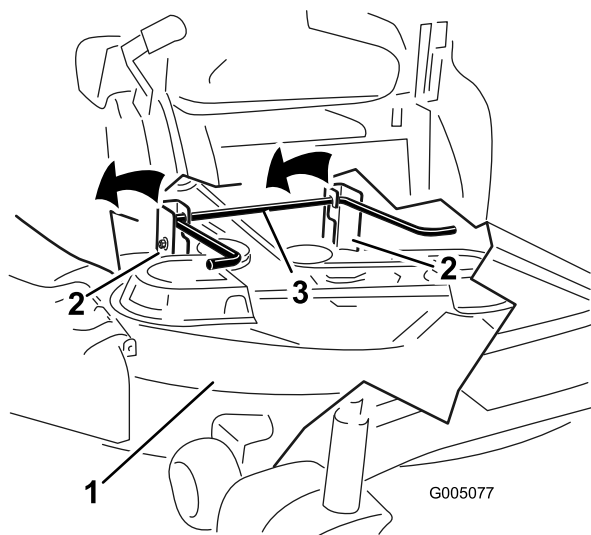

Figure 69
5. Soulevez l'arrière du plateau de coupe et guidez les supports sur la tige de levage arrière (Figure 69).
6. Soulevez et enlevez le plateau de coupe et les supports de la tige de levage arrière et abaissez la tondeuse au sol avec précaution (Figure 69).